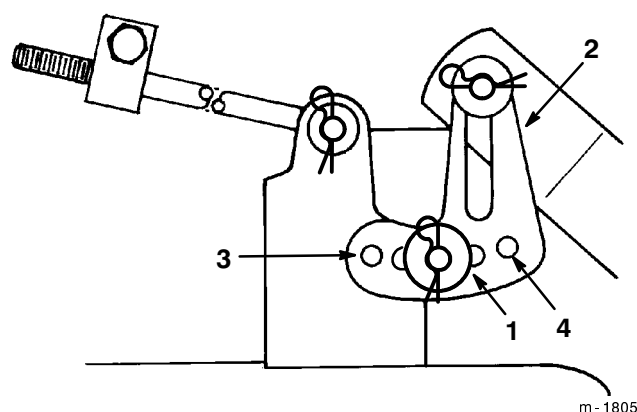

Figure 47
5. Enlevez la goupille fendue et la rondelle de l'une des pattes de mise à niveau (Fig. 47). Pour mettre les lames de niveau, fixez la patte de mise à niveau dans un autre trou à l'aide de la rondelle et de la goupille fendue (Fig. 47). Utilisez un trou plus en avant pour réduire la hauteur de ce côté, ou un trou plus en arrière pour l'augmenter. Répétez la procédure de l'autre côté de la tondeuse.